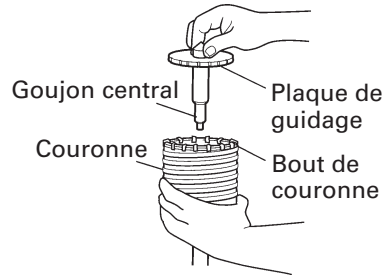

Fig. 17
(4) Engager la plaque de guidage dans la couronne et tourner la plaque de guidage à gauche ou à droite de manière à ce qu'elle à ce qu'elle ne puisse pas tomber, même si elle orientée vers le bas. (Fig. 17)